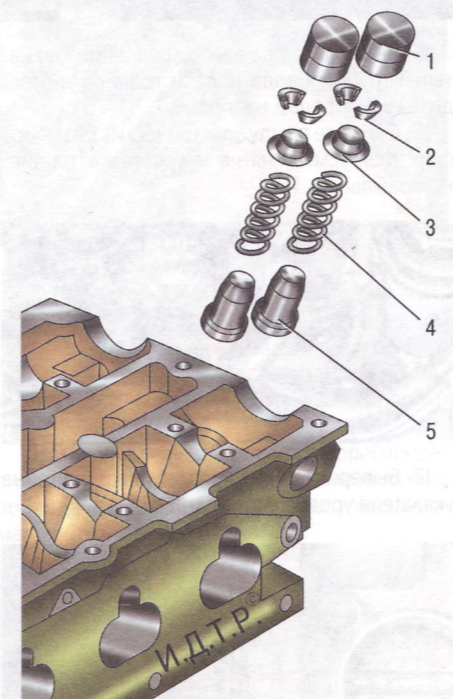

Рис. 5.9. Детали привода клапанов: 1 - толкатель; 2 - сухарь; 3 - тарелка пружины; 4 - пружина; 5 - маслоъемный колпачок
7. Снимите толкатели 1 (рис. 5.9) клапанов 2-го цилиндра.
10. Сожмите приспособлением пружину 4 (см. рис. 5.9) одного из клапанов и выньте из тарелки 3 пружины с помощью пинцета или намагнитной отвертки два сухаря 2. Затем снимите приспособление.